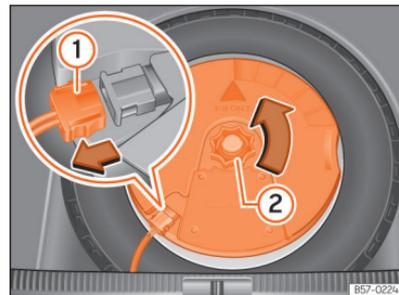

Abb. 238 Im Gepäckraum: Subwoofer ausbauen.
- Ziehen Sie das Subwoofer-Lautsprecherkabel heraus >>> (Abb. 238) ①.
- Drehen Sie das Befestigungshandrad entgegen dem Uhrzeigersinn heraus >>> (Abb. 238) ②.